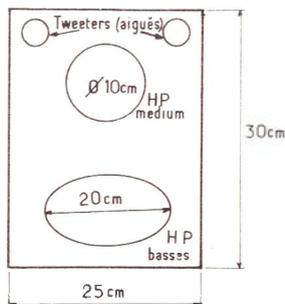

Figure 4
1) Adoption d'enceintes acoustiques commerciales, de petites dimensions dont certaines sont bien étudiées, mais coûtent plus cher que d'autres. Ces enceintes doivent contenir d'excellents haut-parleurs, parfois 2, 3 ou 4 dans une même enceinte. Si toutefois, on désire une grande puissance, il faudra se résoudre à utiliser des enceintes plus grandes pouvant loger des haut-parleurs de puissance. A la figure 4 on montre une enceinte avec 4 haut-parleurs spécialisés.